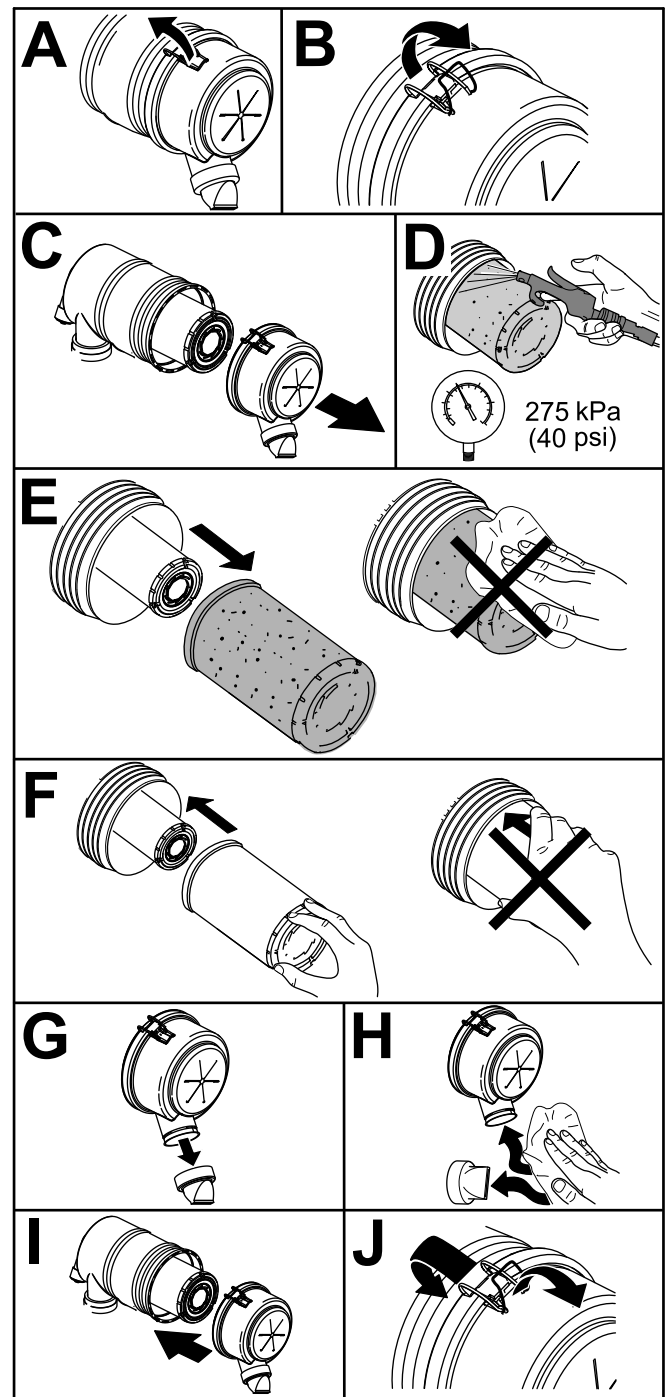

**Figura 82**
Revise el filtro del limpiador de aire únicamente cuando el indicador de mantenimiento (Figura 82) lo requiera. El cambiar el filtro antes de que sea necesario aumenta la posibilidad de que entre suciedad en el motor al retirar el filtro.
2. Reinicie el indicador (Figura 82) si se ve rojo.